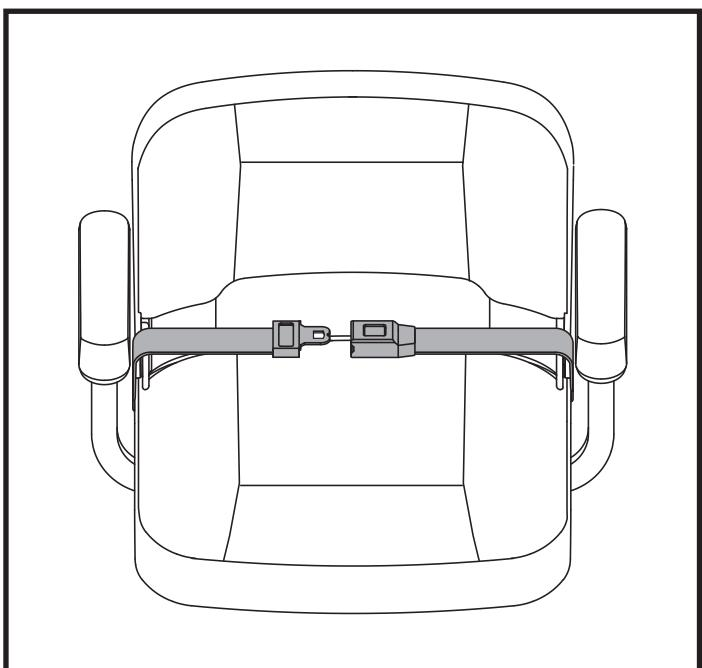

Figure 18. Ceinture de positionnement - De type attache in métal ou ceinture de positionnement - Crochet réutilisable et boucle de fixation
1. Insérez l'onglet de la ceinture côté droit dans la boucle de ceinture côté gauche jusqu'à ce que vous entendiez le "clic". **Voir la figure 18.**